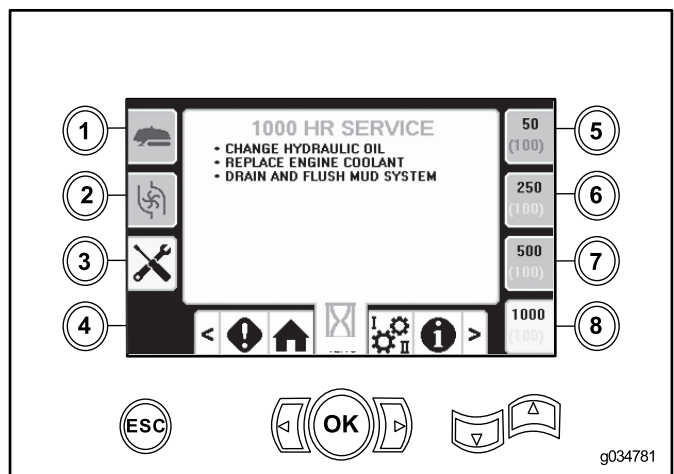

Figura 54
- Botón 8 – 1000 horas (Figura 54)